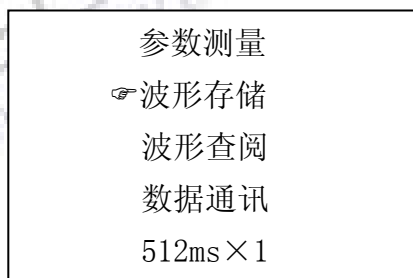

图 9
人工或自动找到波形后,按“处理”键则显示如图 9 所示,移动光标到“参数测量”处按“确认”键则出现如图 7 所示画面。则仪器将显示经平滑处理后的波形如图 7.
1、处理后按“退出”键进入图 9 所示的菜单：
2、打开仪器进处理栏见图 9，打开电脑通信软件。先进入仪器的数据通讯菜单，移动手形光标按“确认”键选定即可。再用电脑鼠标按通信软件上的通信键等待显示完成任务。